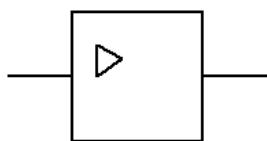

Рис. 1. Повторитель.
6. Повторитель на микросхеме, выполненной по технологии КМОП (рис. 1), переключается из 0 в 1 и обратно при напряжении на входе равном половине напряжения питания. Выходное напряжение логического нуля 0 вольт. Выходное напряжение логической единицы равно напряжению питания. Входное сопротивление повторителя считать равным бесконечности, а выходное равным нулю.